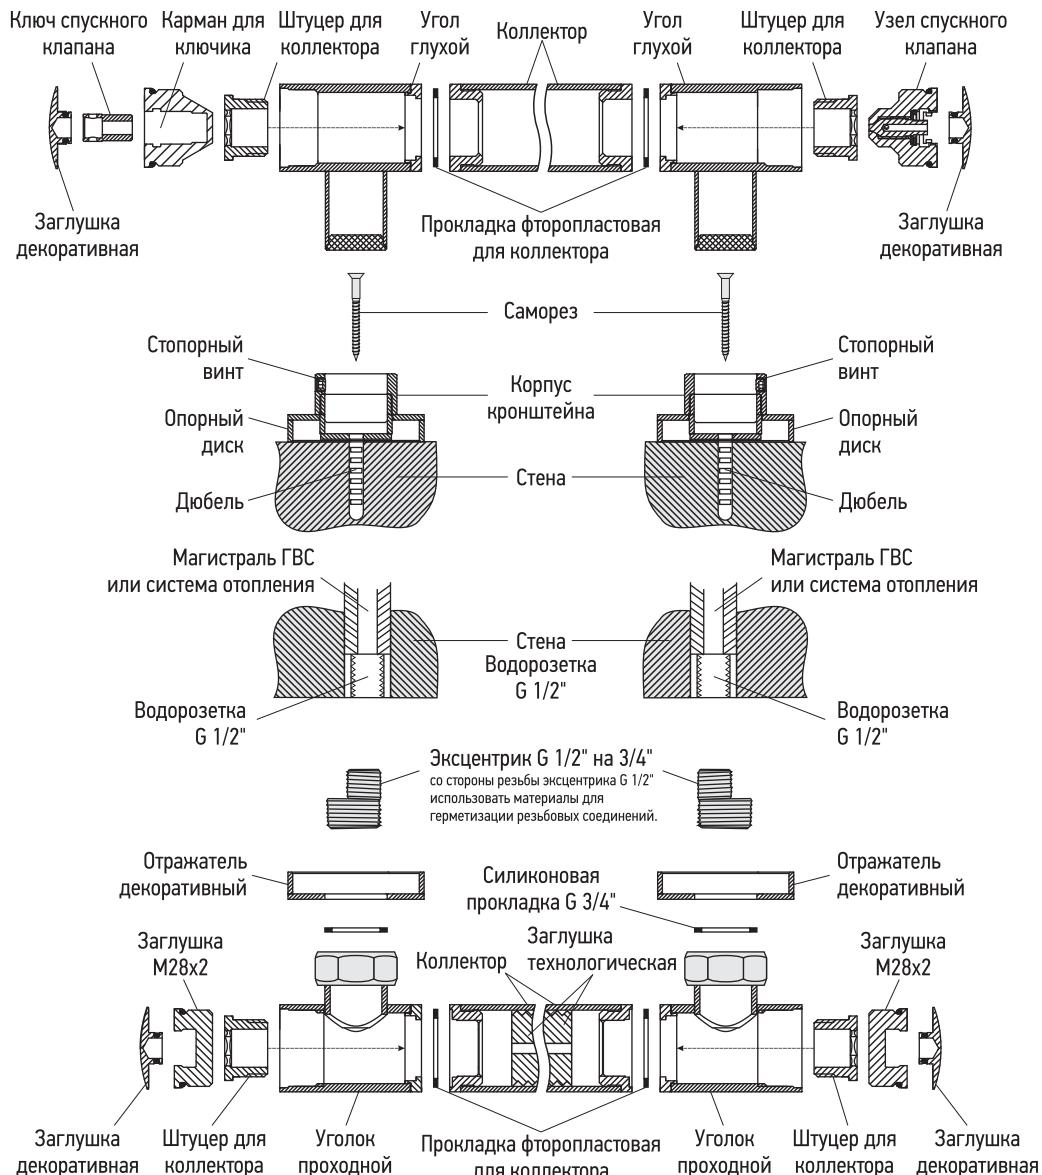

Рис. 2.
3.1. Схема монтажа и подключения полотенцесушителя к системе ГВС или отопления (рис.2).
3.3. Комплектация. Полотенцесушитель комплектуется согласно схеме монтажа (рис. 2):
3.4. Полотенцесушитель бытовой (дизайн-радиатор) крепится к стене телескопическими кронштейнами, что позволяет регулировать расстояние до стены (рис. 2).
4.5. Монтаж полотенцесушителя производить согласно схеме (см. рис. 2):
4.5.7. Согласно схеме рис. 2 вкрутить в нижние углы заглушки M28x2 и установить декоративные заглушки.
4.6. Для герметизации резьбовых соединений производитель комплектует изделие прокладками собственного изготовления (см. п. 3.3.4, п. 3.3.7 и рис. 2).